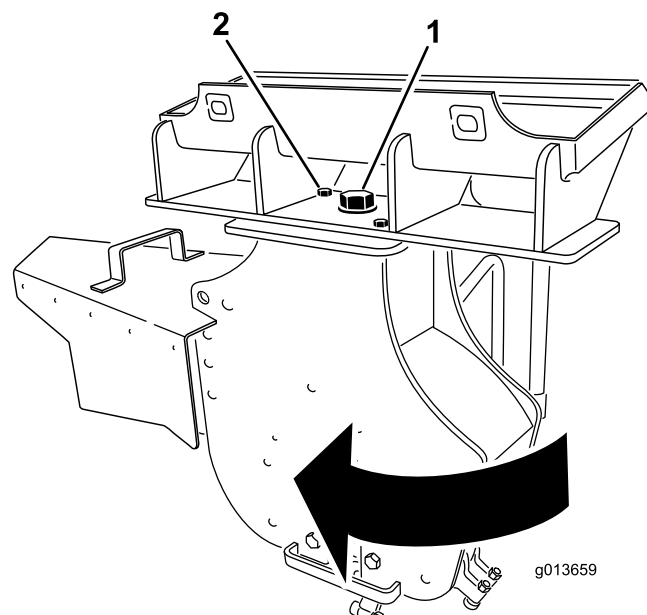

Figura 13
- Allentate il bullone grande situato sopra la trinciatrice (Figura 13).
- Rimuovete il bullone e il dado anteriori che fissano la trinciatrice (Figura 13).
- Ruotate la trinciatrice di 30 gradi in senso orario (Figura 13).
- Serrate il bullone grande sopra la trinciatrice a una coppia di 406 N·m come mostrato in Figura 13.
- Montate il bullone e il dado nel foro anteriore e serrateli a una coppia di 101 N·m come mostrato in Figura 13.
- Ruotate la trinciatrice di 30 gradi in senso antiorario (Figura 13).